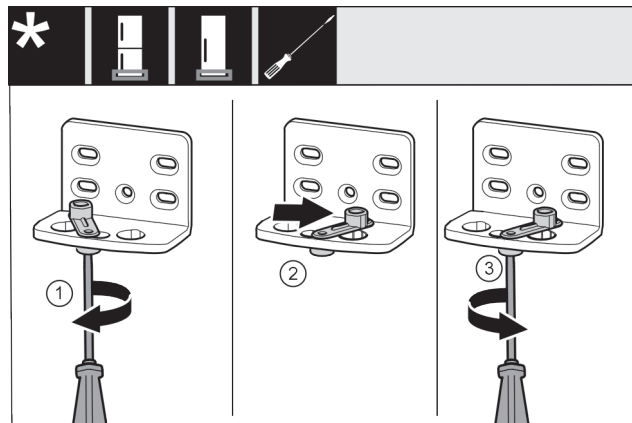

Fig. 46 *
- ▶ Allentare leggermente la vite Fig. 46 (1) con un cacciavite.*
- ▶ Sollevare l'ausilio di chiusura della porta Fig. 46 (2) e ruotarlo nel foro di 90° a destra.*
- ▶ Stringere la vite Fig. 46 (3) con un cacciavite.*